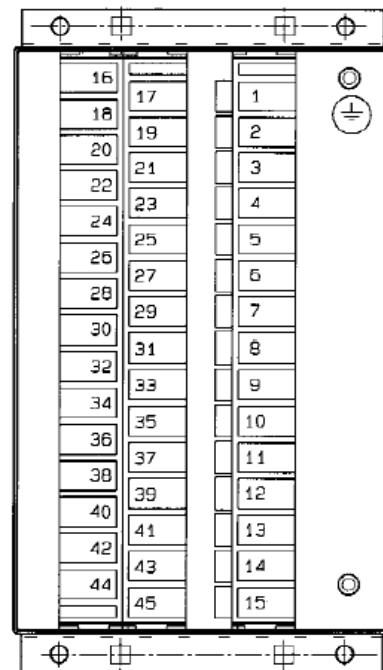

рис. 4
- Установите устройство в отверстие распределительного щита, и закрепить его четырьмя винтами (см. рис. 4)